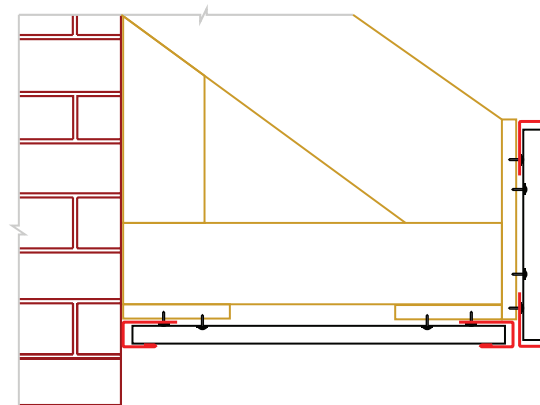

Рис. 23
- В случае, когда капельник не используется, установите по верхней линии лобовой доски дополнительный J-профиль 18 мм. (Рис.23)